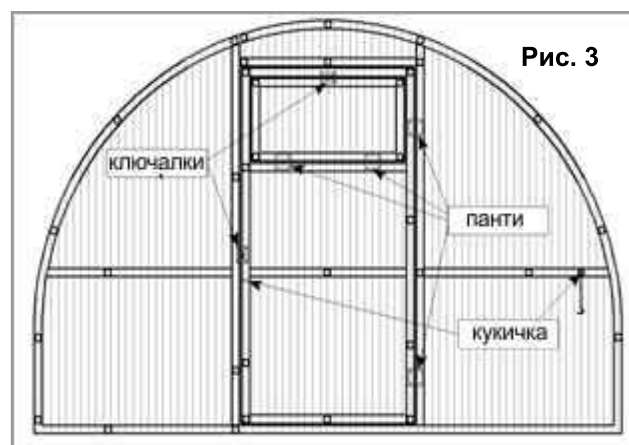

Рис. 3
4. Монтирайте пантите на вратата и прозореца с помощта на самонарезните винтове. Всички панти трябва да се намират отгоре на поликарбоната. Завийте с винтовете и бравите както е показано на рис.3.